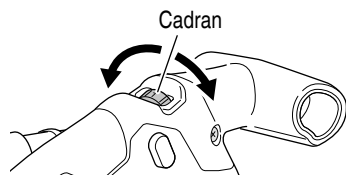

Fig. 12
- Régler le mode à l'aide de la molette en fonction de l'application de travail (Fig. 12)